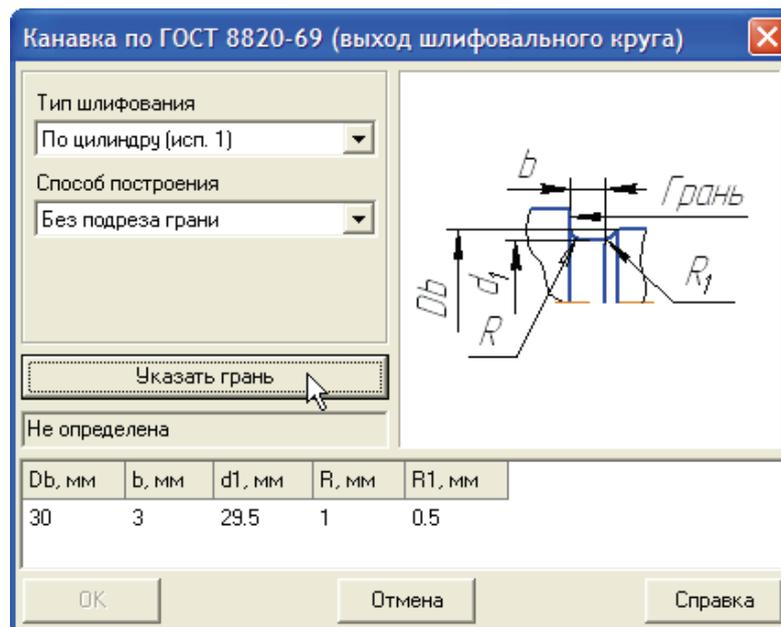

Рис. 7.22
- В окне **Канавки по ГОСТ...** нажмите кнопку **Указать грань** (рис. 7.22).